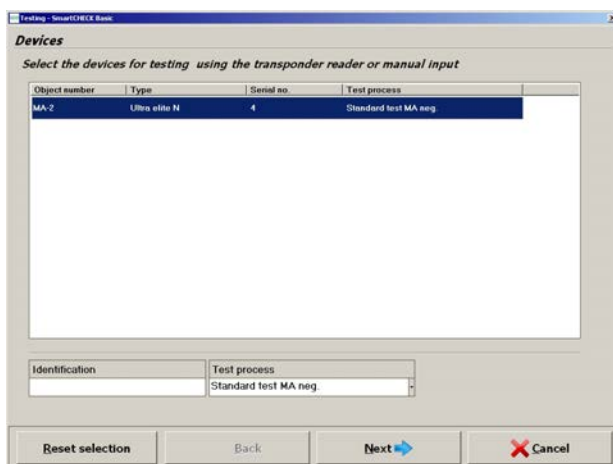

Fig. 18 Selezionare un dispositivo da testare
- Prossimo Test [è possibile scegliere un altro dispositivo per le prove, → fig. 18]